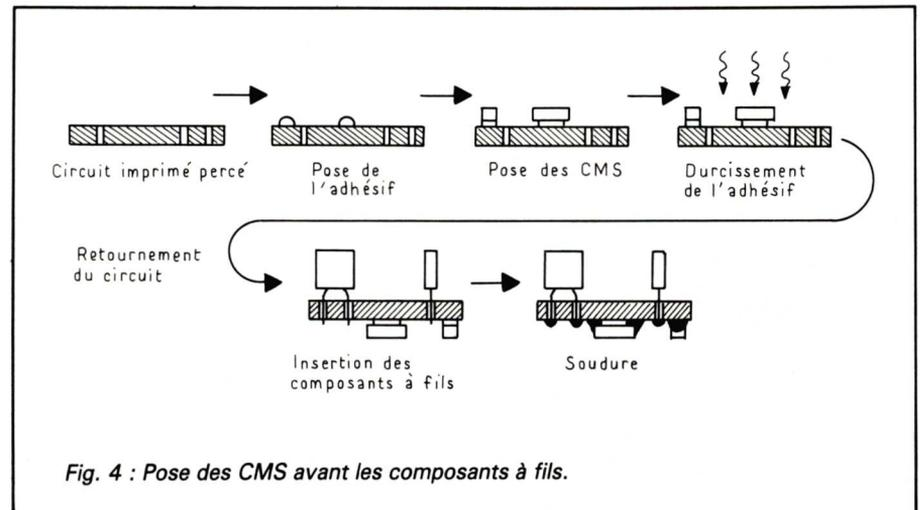

Fig. 4 : Pose des CMS avant les composants à fils.
*Pose des CMS avant les composants à fils (fig. 4).*